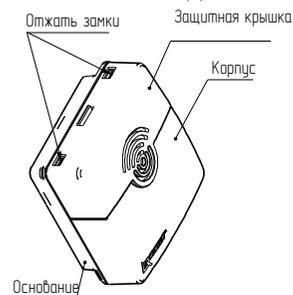

Рисунок 4
– отжать замки и аккуратно отсоединить корпус с защитной крышкой от основания (см. рисунок 4);